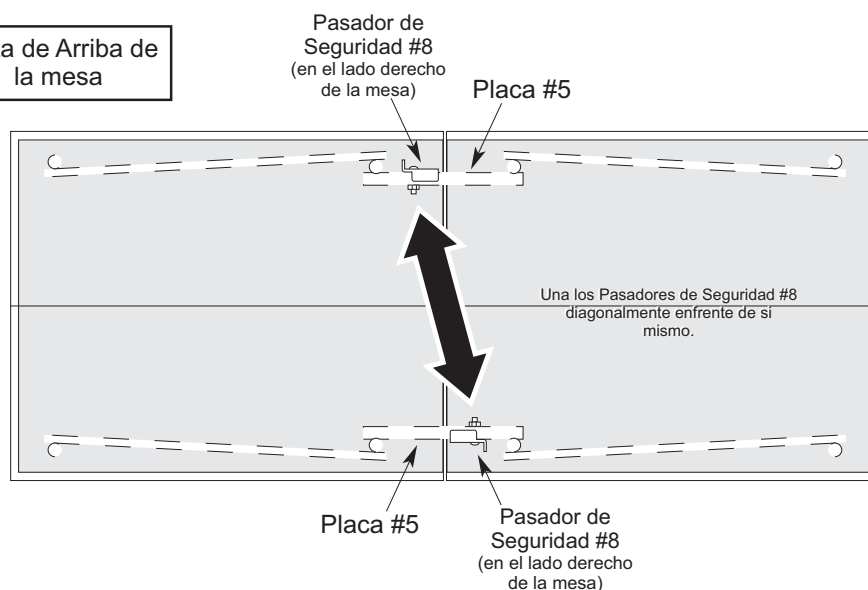

Figura 9
25. Vaya al otro lado de la mesa e instale el segundo Pasador de seguridad #8 dentro del lado derecho del orificio sobre la Placa #5. **NOTA: Los Pasadores de seguridad deben ir unidos diagonalmente cruzados de cada uno. Ver figura 9.**